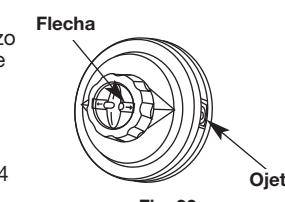

Fig. 30
1. Alinee las flechas en la perilla del topetón con los ojeteadores de la cubierta del carrete, si no están ya (Fig. 30).